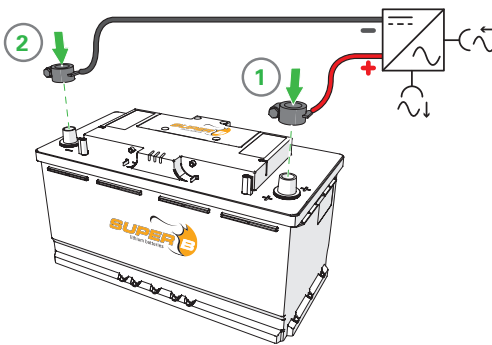

Abbildung 12. Anschluss von Stromkabeln mit Kraftfahrzeug-Anschlussklemmen und Kappen
2. Schließen Sie die Last oder das Ladegerät an die X2 (+)-Anschlussklemme der Batterie an. (Abbildung 12)
3. Schließen Sie die Last oder das Ladegerät an die X1 (-)-Anschlussklemme der Batterie an. (Abbildung 12)